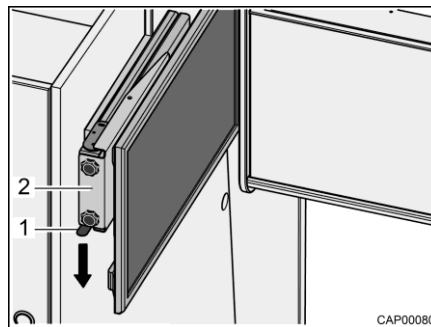

Fig. 34 Dispositivo de extracción con pantalla plana
- Presionar el resorte de cierre (Fig. 34,1) hacia abajo y extraer el dispositivo de extracción (Fig. 34,2) con pantalla plana horizontalmente hacia el centro del vehículo.
- Empujar el dispositivo de extracción (Fig. 34,2) con pantalla plana horizontalmente hasta el tope. El resorte de cierre (Fig. 34,1) engatillará audiblemente.